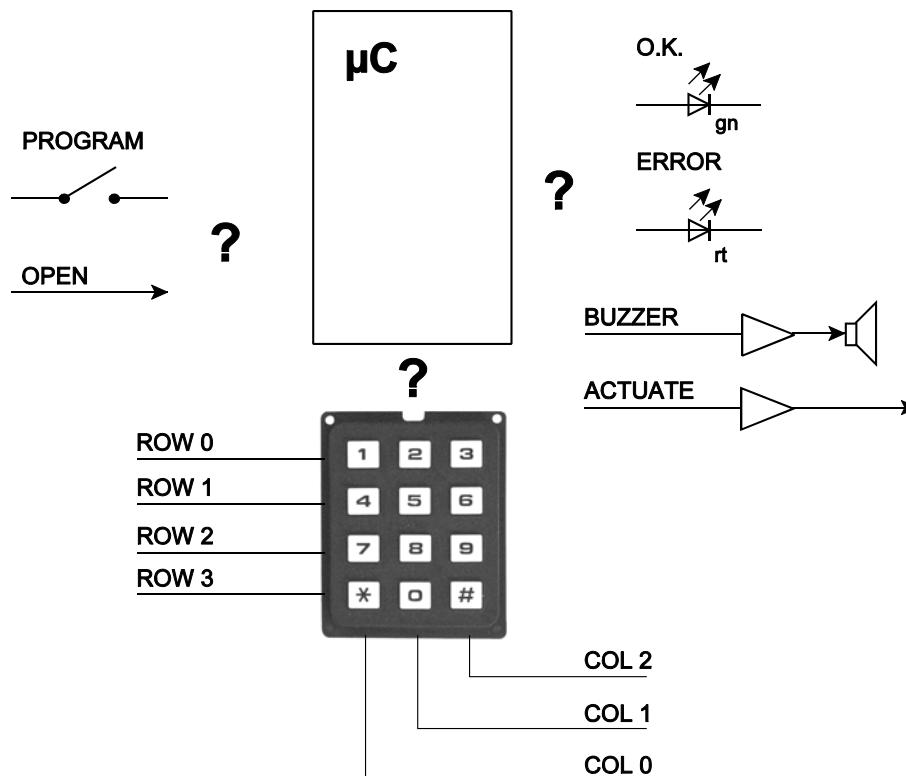

Abb. 1
3. Es ist ein Codeschloß zu entwickeln. Hierfür ist ein Mikrocontroller einzusetzen (Abb. 1).